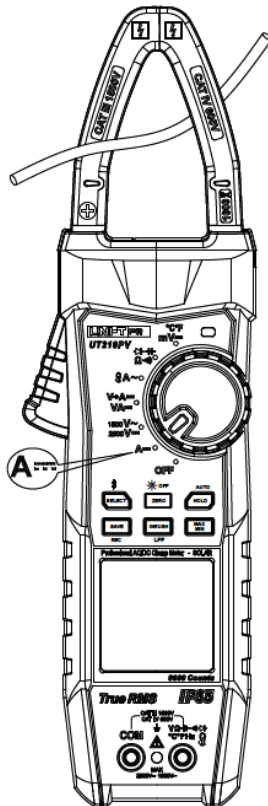

Figura 5
1. Misurazione della corrente continua con le pinze di serraggio (Figura 5)